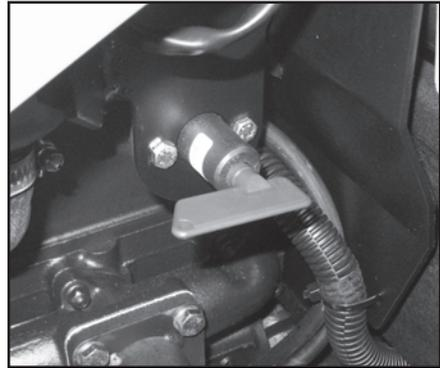

Abb. 5.7
- Schalter in Stellung "ON": Elektrische Anlage wird gespeist (Fig. 5.7);